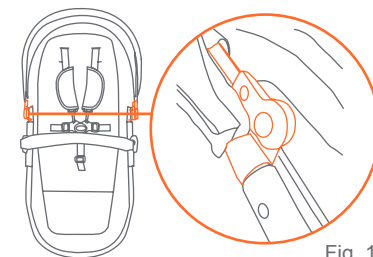

Fig. 11a
- 11) • Pour fixer l'auvent amovible :** enclenchez les pinces de l'auvent à l'intérieur des tubes du siège pour enfant (Fig. 11a).